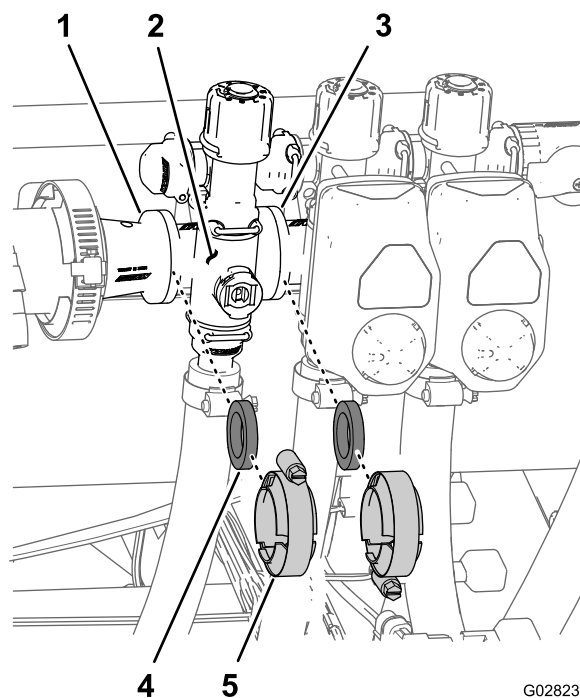

图 74
- 拆下将喷洒臂段阀歧管 **图 74** 固定至相邻喷洒臂段阀如左喷洒臂段阀和异径管连接头的夹具和垫片。